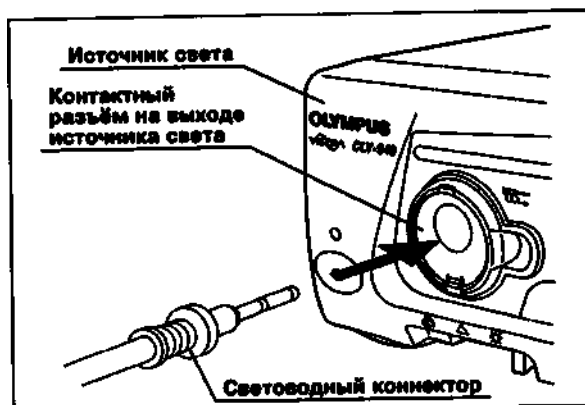

Рис. 3.5
1. Надёжно присоедините световодный коннектор к контактному разъёму на выходе источника света (см. рис. 3.5).